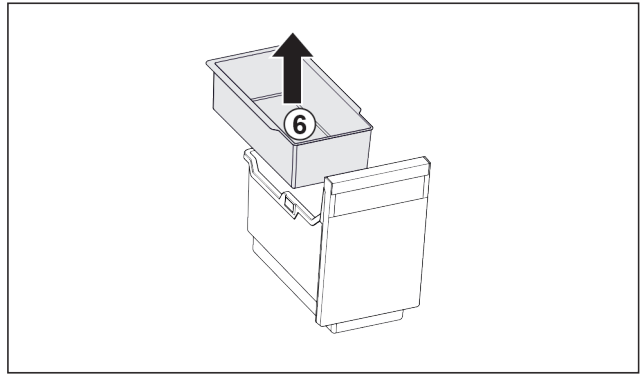

Fig. 85
- ▶ Извадете окачващата се поставка Fig. 85 (6).